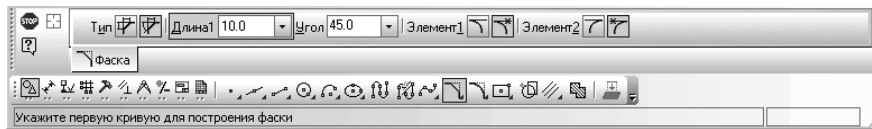

Рис. 4.26. Панель свойств: Фаска, Компактная панель и Строка сообщений
- щелкните в **Компактной панели** по кнопке  – **Фаска**. Появится соответствующая **Панель свойств: Фаска** (рис. 4.26).